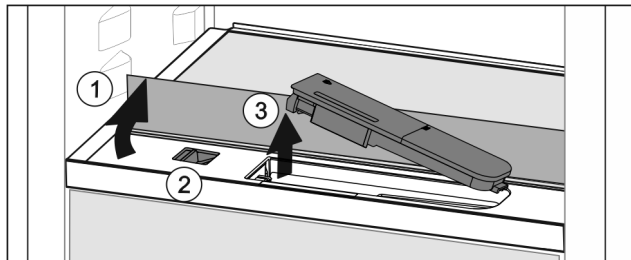

Fig. 145
- ▶ Skleněnou desku nadzvedněte a zaklapněte dozadu až na doraz Fig. 145 (1).
- ▶ Posuvník Fig. 145 (2) posuňte doleva.
- ▶ Vyjměte nádržku na vodu Fig. 145 (3).